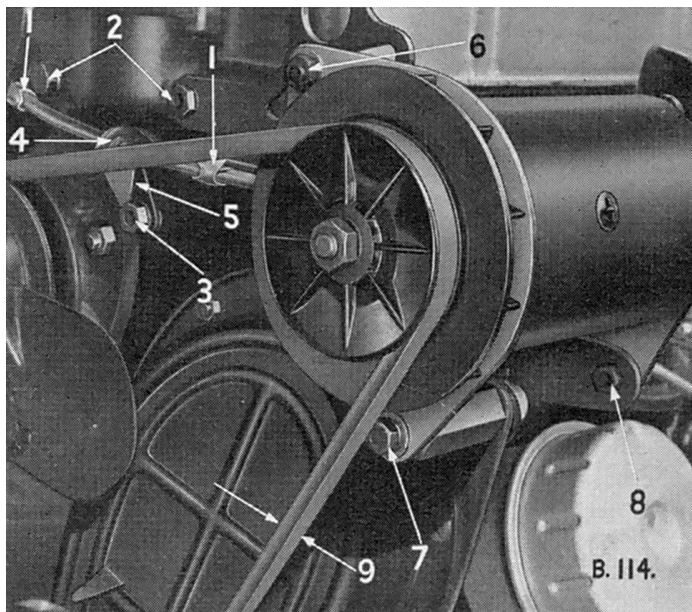

Fig 22. Réglage de la courroie du ventilateur
**Tension de la courroie du ventilateur (Fig. 22)**